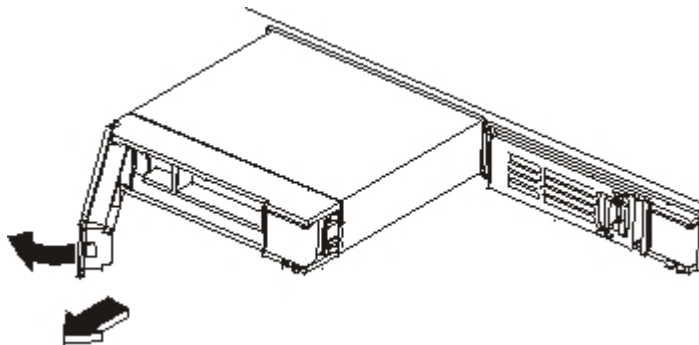

Figure 26. Retrait d'un module d'unité de disque dur
3. Appuyez sur le bouton bleu pour libérer le levier. La figure 26 illustre les étapes ci-dessous.